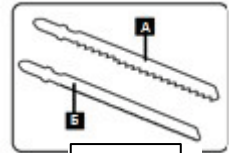

Рис.5
1. Лезвие для работы с деревом (А; рис.5)
2. Лезвие для работы с металлом (Б; рис.5)